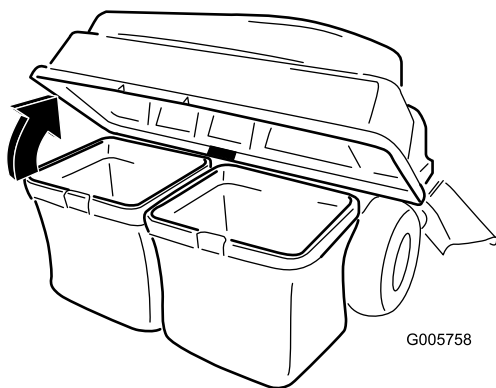

Figura 20
3. Abra (eleve) a parte superior do depósito de recolha de relva (Figura 20).